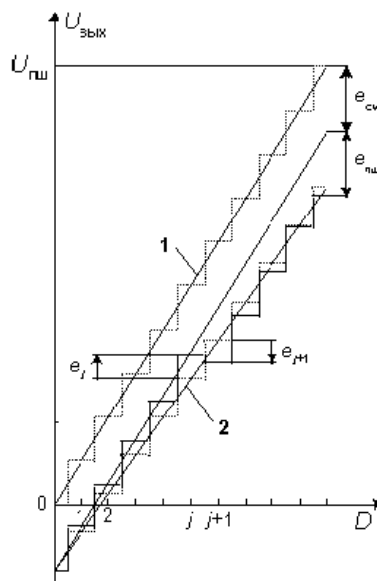

Рис. 4. Характеристики преобразования ЦАП: 1 – идеальная, 2 – реальная.
Абсолютная погрешность  $\delta_a$  характеризуется отклонением максимального значения выходного напряжения  $u_{\text{max}}$  от расчетного, соответствующего конечной точке характеристики идеального преобразователя, и измеряется обычно в единицах ЗМР (рис. 4, линия 1).
*Нелинейность преобразователя*  $\delta_{\text{л}}$  характеризует отклонение действительной характеристики 2 от идеальной 1 (рис. 4), проведенной через центры ступенек или через нуль и точку максимального значения выходного сигнала.